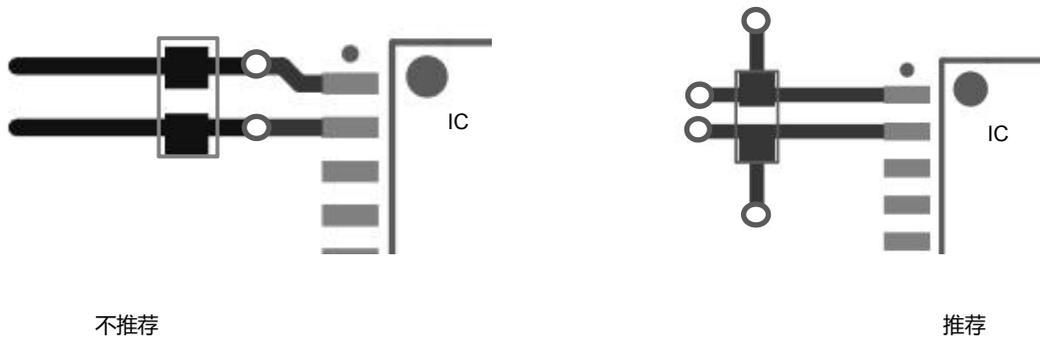

图 23-2
3、当需要在供电电源线和地线中放置过孔时,过孔的位置应在电容相对芯片引脚的外侧,而非放置在电容与芯片之间,如下图 23-2 所示,以减少过孔寄生电感的影响。